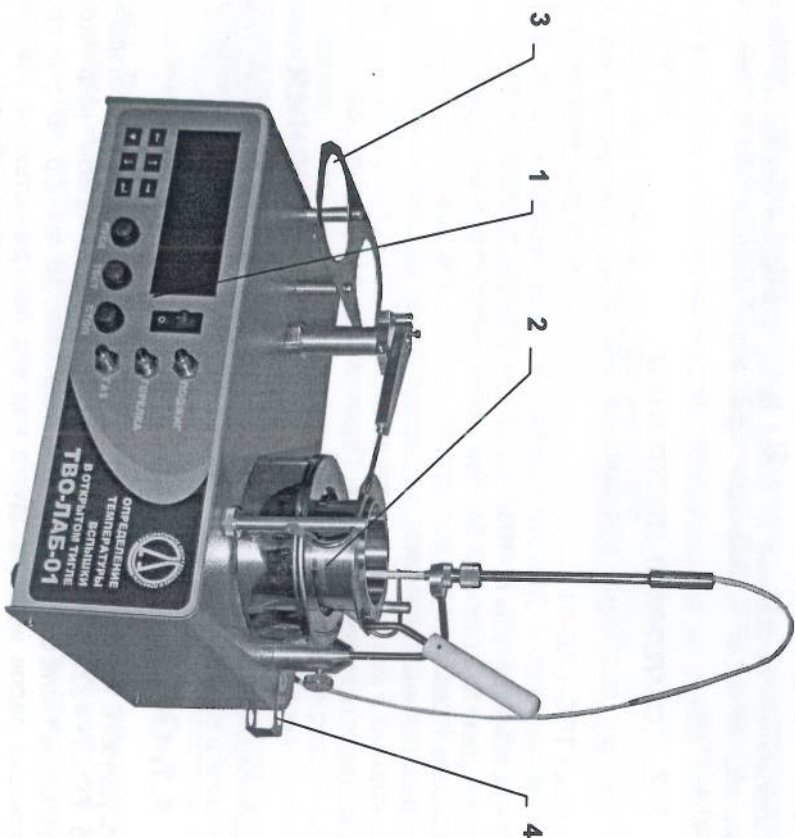

Рис. 1. Аппарат ТВО-ЛАБ-01. Общий вид.
Аппарат выполнен в настольном исполнении в виде единого блока, в котором размещены панель управления (1), испытательный модуль (2), подставка под тигель (3) и держатель для датчика температуры (4). Общий вид аппарата показан на рис. 1.